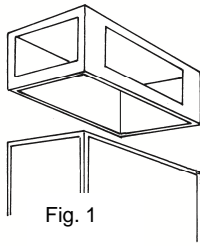

Fig. 1
- durch die Ausführung "Plenum", versehen mit vier seitlichen Öffnungen, die mittels Drehen beweglicher Flügel so geregelt werden können, daß der Luftstrom in die gewünschte Richtung gerichtet wird (Bild 1).